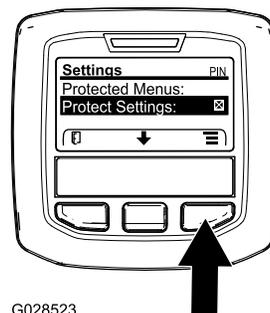

Рисунок 43
1. Перейдите в защищенное меню и разблокируйте подменю защищенных настроек (Рисунок 43); см. раздел Доступ к защищенным меню \(страница 29\).